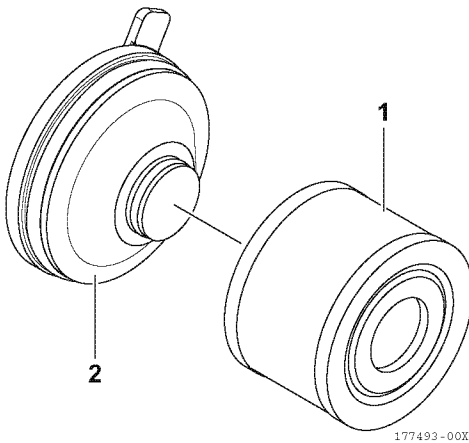

Figura 13
4. Retire el cartucho de filtro (1, **Figura 13**) del conjunto de cubierta (2, **Figura 13**).